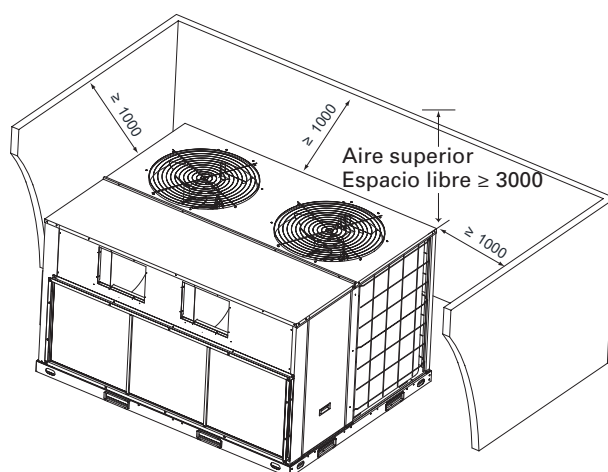

Fig. 10
- Las distancias mínimas recomendadas para instalaciones de unidades individuales se ilustran en Fig.10